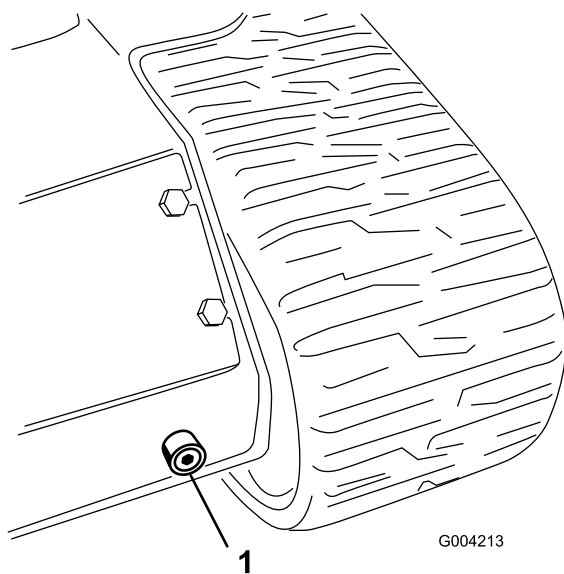

Figure 53
6. Placer un grand bac de vidange (d'au moins 56,8 litre [15 gallons américains] de capacité) sous le bouchon de vidange à l'avant de la machine (Figure 53).
7. Retirez le bouchon de vidange pour permettre à l'huile de s'écouler dans le bac de vidange (Figure 53).